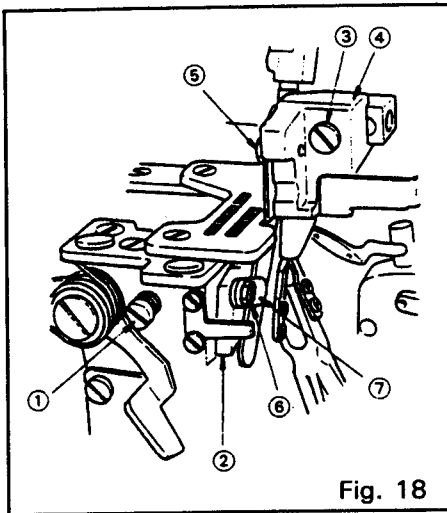
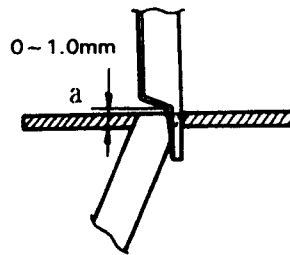
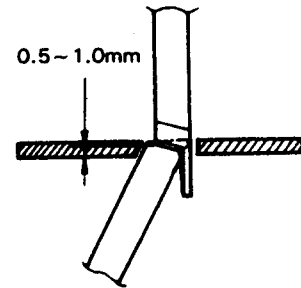

Fig. 18
Fig. 19
Fig. 20
Substituição da faca móvel (Fig. 18, Fig. 19 e Fig. 20)
- (1) Afrouxe o parafuso de ajuste ①, mova o detentor ② da faca fixa totalmente para a esquerda e depois aperte o parafuso de ajuste ① provisoriamente.
- (2) Retire o parafuso de ajuste ⑤ e retire a faca móvel.
- (3) Monte uma nova faca móvel provisória com o parafuso de ajuste ⑤.
- (4) Gire a polia até que o detentor da faca móvel se posicione em seu ponto morto mais baixo e ajuste a faca móvel de modo que ela se engate com a faca fixa 0,5-1,0 mm como mostrado na Fig. 20. Logo, aperte o parafuso de ajuste ⑤.
- (5) Gire a polia até que o ponto (a) da faca móvel se posicione 0-1,0 mm acima da superfície superior da placa de garganta como mostrado na Fig. 19. Logo, afrouxe o parafuso de ajuste ①.
- (6) Certifique-se de que a faca móvel fique em contacto minucioso com a faca fixa pela pressão da mola. Logo, aperte o parafuso de ajuste ①.
- (7) Verifique a agudeza da lâmina da faca.
Substituição da faca fixa (Fig. 18, Fig. 19 e Fig. 20)